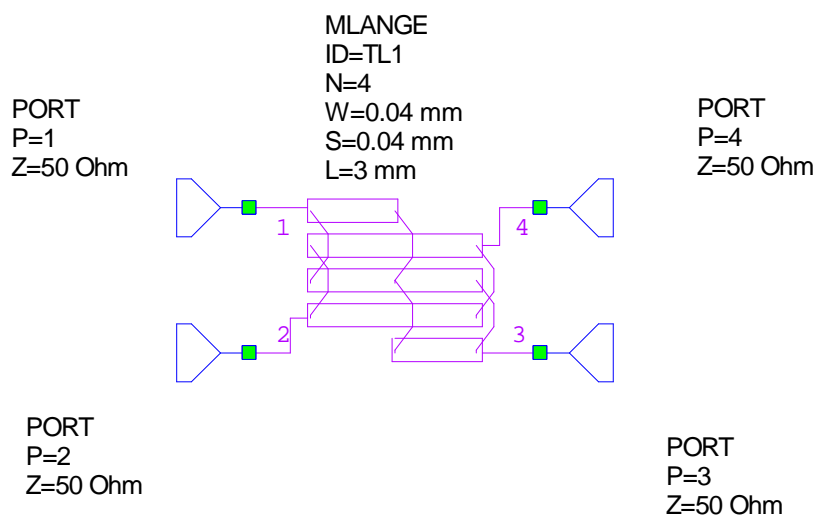

Рис.2
4. Щёлкните мышкой по значку Port на панели инструментов и подключите порт к плечу 1 элемента MLANGE. Аналогично подключите порт к плечу 2. Затем подключите порты к плечам 3 и 4, два раза щёлкая мышкой, чтобы развернуть эти порты на 180 градусов. Полученная схема показана на рис. 2